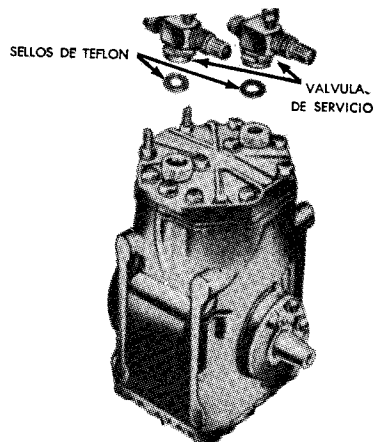

FIG. 17 - Válvulas de Servicio del Compresor - Desmontadas
- 1 - Aísle el compresor (Vea Ajustes y Reparaciones Comunes) y desconecte las dos válvulas de servicio y mangueras del compresor (Fig. 17). Haga llegar corriente al embrague y afloje y quite el tornillo de montaje del embrague.